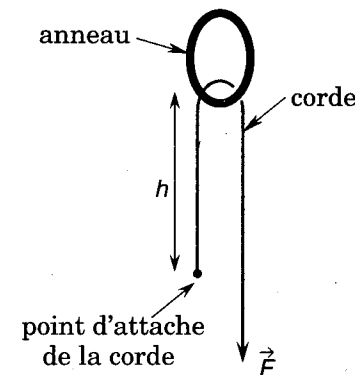

Figure 7
I.B.3) Le frottement de la corde sur l'anneau modifie la façon dont s'allonge la corde. Déterminez l'élongation ΔL de la corde (longueur au repos L) soumise à une force F (figure 7), le point où est situé l'anneau est à une hauteur h au-dessus du point d'attache de la corde. Calculez la grandeur $\alpha' = \Delta L / FL$. Donnez sa signification physique et tracez la courbe α' / α en fonction de h/L pour $F = 9\text{kN}$. Quelle conclusion tirez-vous de cette étude ?